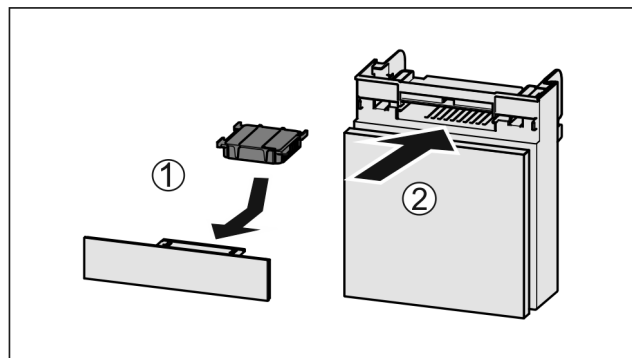

Fig. 182
- ▶ Aseta aktiivihilisuodatin kuvan mukaisesti paikoilleen Fig. 182 (1).
- ▶ Työnnä lokero kiinni Fig. 182 (2).